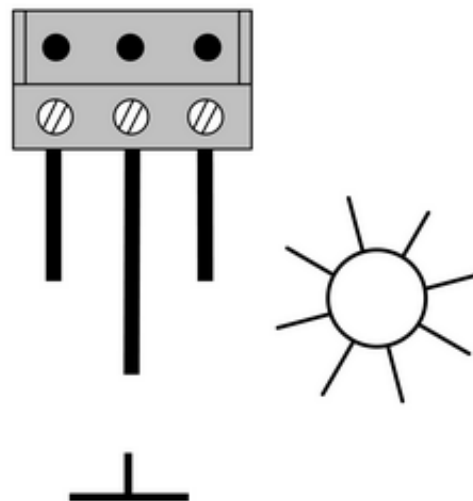

Figura 6: Conexión en el bloque de terminales
- Conectar el sistema de sensores como se indica en el esquema (figura 6). En el sensor de sol está marcada la conexión a "Tierra". En la prolongación está marcado el "Sol". La "Tierra" es el conductor del medio.